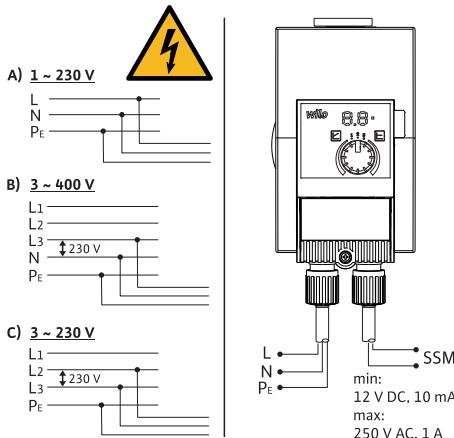

Fig. 3: Možnosti pripojenia
- Pripojte na sieť nízkeho napäťia 230 V. Pri prípájaní k IT sieťam (sieť Isolé Terre) sa uistite, že napätie medzi vonkajšími vodičmi (L1-L2, L2-L3, L3-L1 → Fig. 3) nepresahuje 230 V.